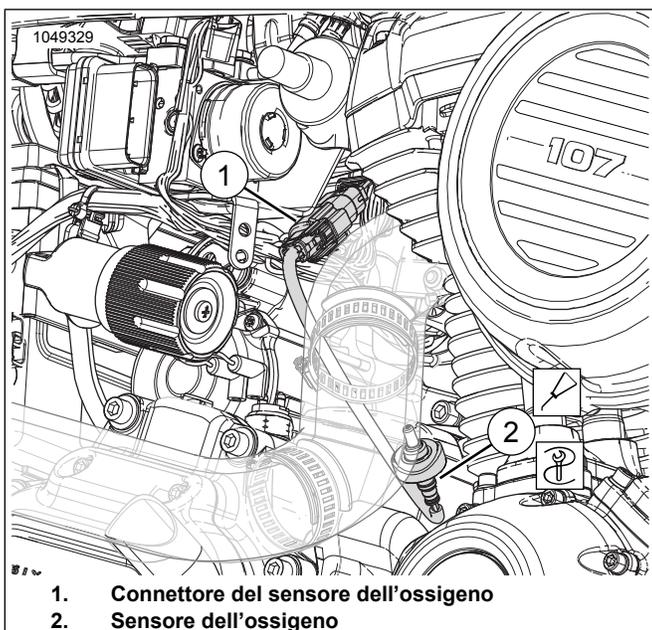

Figura 20. Sensore dell'ossigeno posteriore
Vedere Figura 20. Scollegare il connettore del sensore dell'ossigeno posteriore (1) dal cablaggio principale.